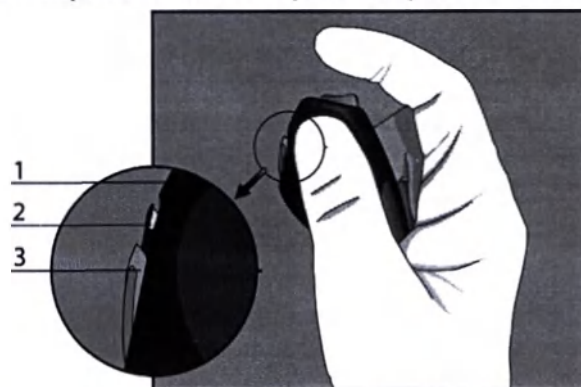

Рис. 1: Крепление режущего инструмента, зажимное приспособление не открыто
1. Возьмите режущий инструмент в одну руку, а электрод с направляющим интродьюсером, который необходимо удалить, — в другую (см. рис. 1).